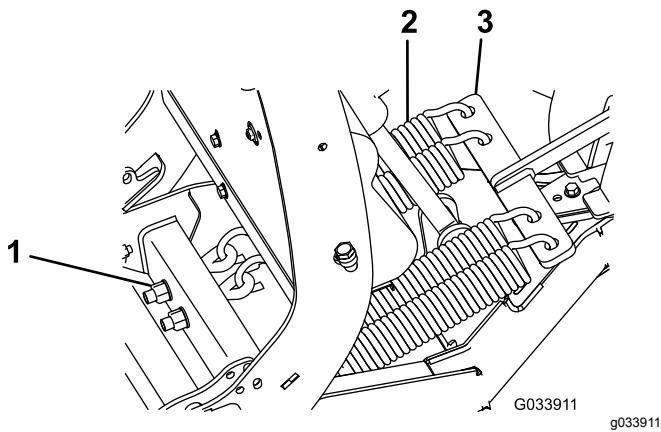

Figure 45
1. Desserrez et retirez soigneusement les 4 contre-écrous et les 4 rondelles des boulons à œil des ressorts de déclenchement (Figure 45).